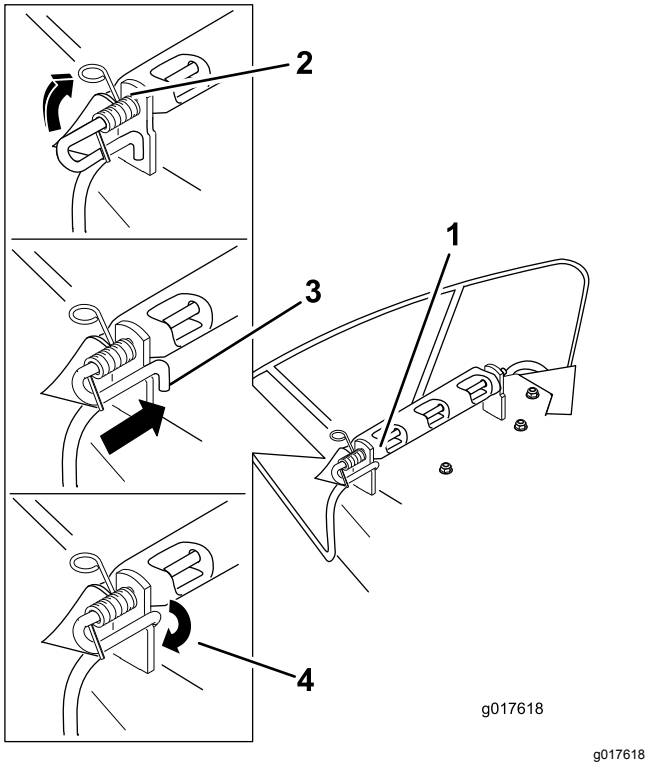

Figure 61
supports soudés du tablier, comme illustré à la Figure 61.
6. Soulevez le côté avec la boucle du ressort et placez-le dans le cran du support de déflecteur (Figure 61).
7. Fixez l'ensemble tige et ressort en le tournant de sorte à pouvoir placer l'extrémité courte de la tige derrière le support avant soudé au tablier de coupe (Figure 61).